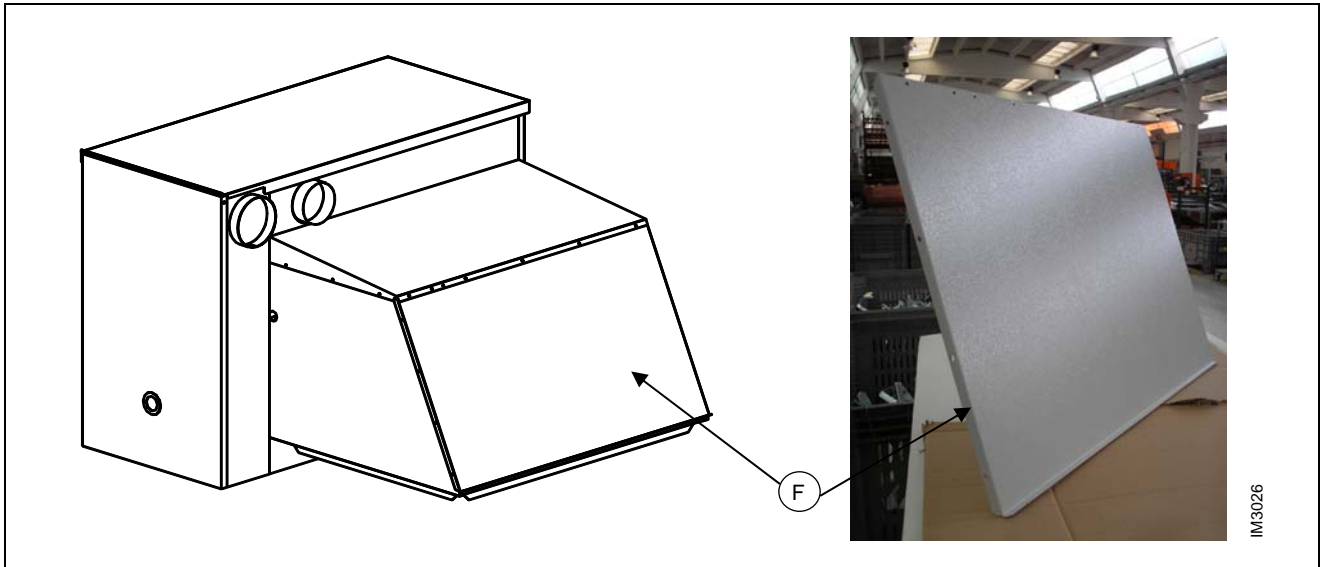

Figura 15 – MONTAGGIO PANNELLO POSTERIORE PLENUM DI RIPRESA
5. Da ultimo montare il pannello posteriore F come indicato in Figura 15.